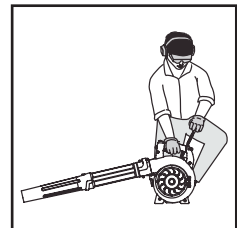

Fig. 14
3. Agache-se na posição de início (Fig. 14).